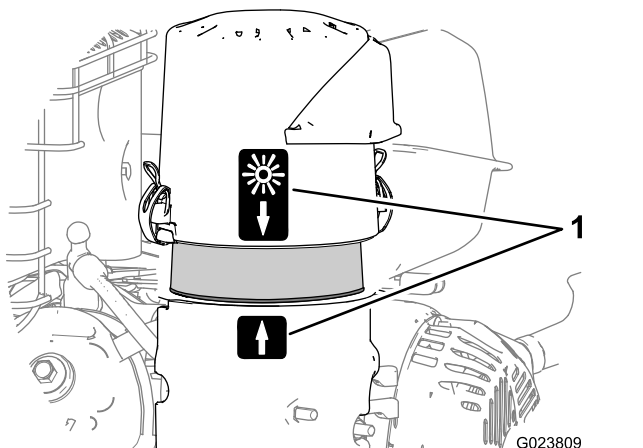

Рисунок 23
- Совместите наклейку со стрелкой на крышке воздухоочистителя с наклейкой со стрелкой на основании (Рисунок 23).